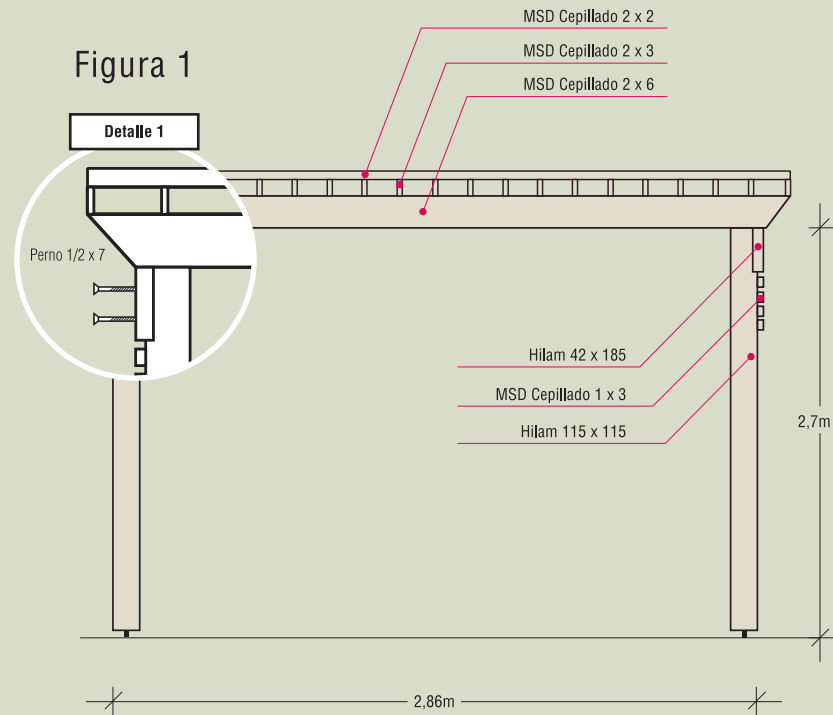

Figura 2
10. Fijar las piezas de MSD Cepillado 2x3 del empalzado superior. Sobre este empalzado rematar con las piezas de MSD Cepillado 2x2 de acuerdo a lo indicado en la **figura 2**.